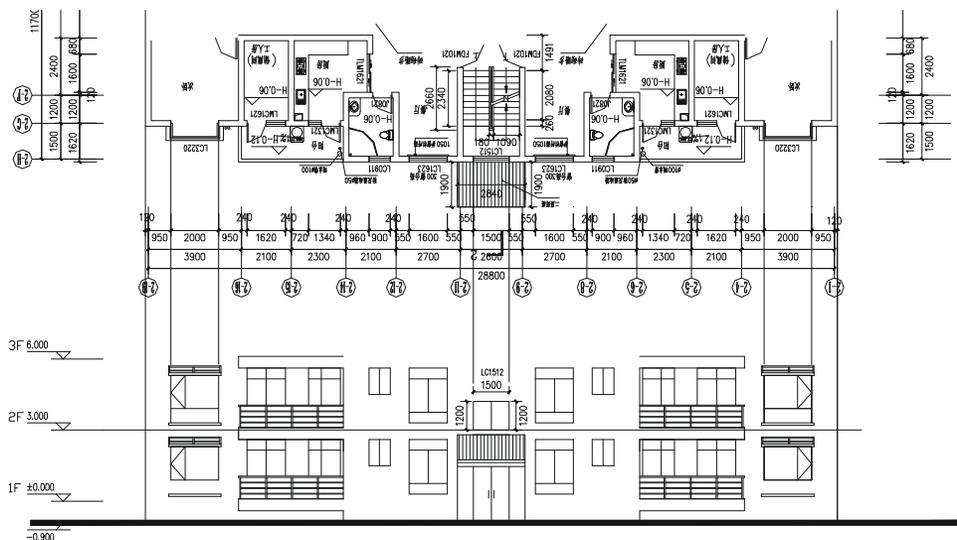

图 12-1-8
**STEP 13** 将如图 12-1-7 所示的立面对准旋转后的第二层平面，并使用绘制直线命令 LINE 引出中间入口处的窗户的边线和凸窗的边线，再根据平面图上窗户的标号（尺寸）绘制窗户的高度，如图 12-1-8 所示。